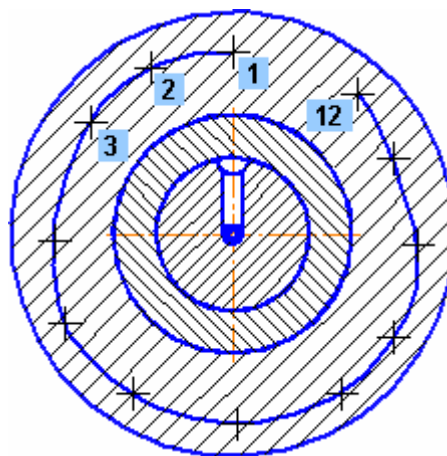

Рисунок 14
- Постройте плавную кривую линию, указав примерное положение точек 1–2–3– ... –12, через которые она проходит (рис.14).